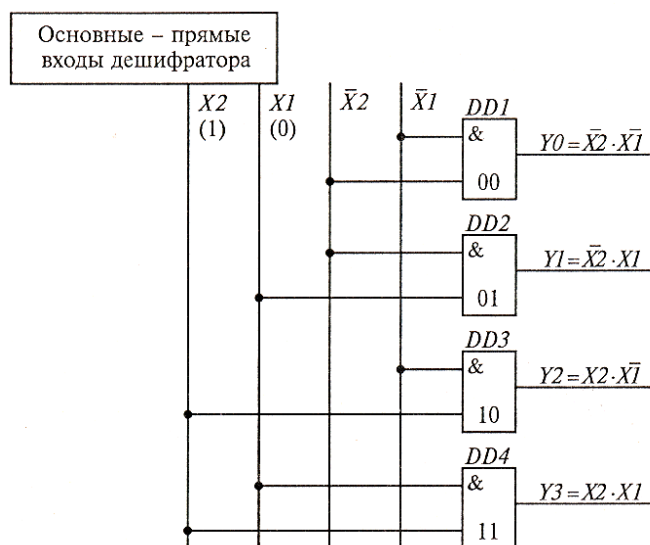

Рис. 7.115. Схема линейного дешифратора
3. *Построение схемы линейного дешифратора.* На основе функций, представленных в табл. 7.46, и выбранного вида логического элемента строится схема. Следует учитывать, что для построения схемы необходимо иметь как прямые, так и инверсные значения переменных. Схема линейного дешифратора представлена на рис. 7.115.